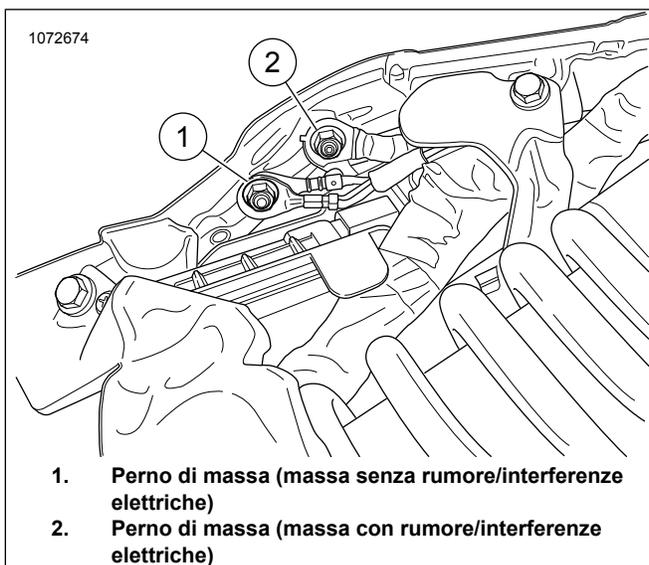

Figura 23. Massa del telaio
Vedere Figura 23. Disporre e collegare il filo di massa dell'ATM al perno di massa posteriore **pulito** (1). Serrare a: